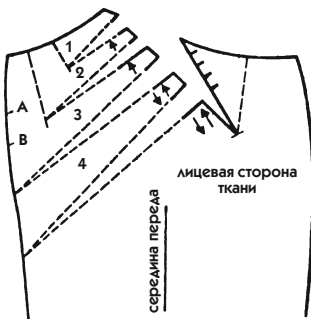

Рис. 621
- Раздвиньте детали для получения складок необходимой ширины (рис. 621).
5. Укажите стрелкой, в каком направлении надо заложить складки. В модели подобного типа все складки чаще закладывают вверх, за исключением последней (складка 4), которую можно заложить вниз (см. на 2 стрелки на рис. 621).